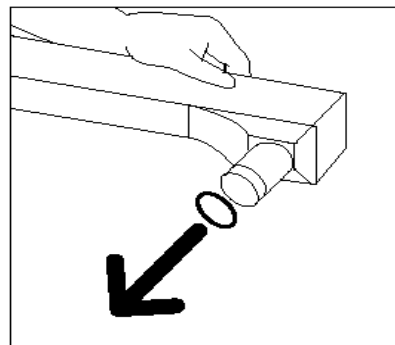

Figure 39 : Retrait du bouchon de la réserve d'huile de four
- 9** Retirez le bouchon situé à l'extrémité de la réserve d'huile de four (voir la figure 39).